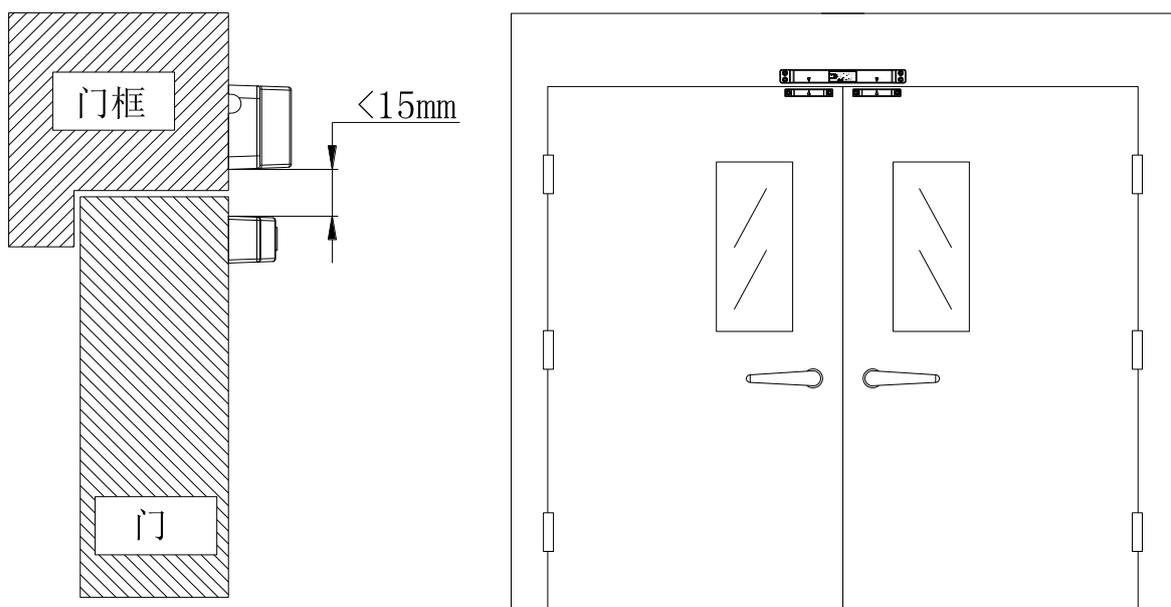

图 2 安装示意图
3. 监视模块安装于门框和门平齐的一面，监视模块安装于门框中间，磁体分别安装于两扇门的上角处，并且监视模块上的三角箭头与磁体上的三角箭头对齐。监视模块与磁体间隔小于 15mm，间隔越小灵敏度越高。安装示意图如图 2 所示。